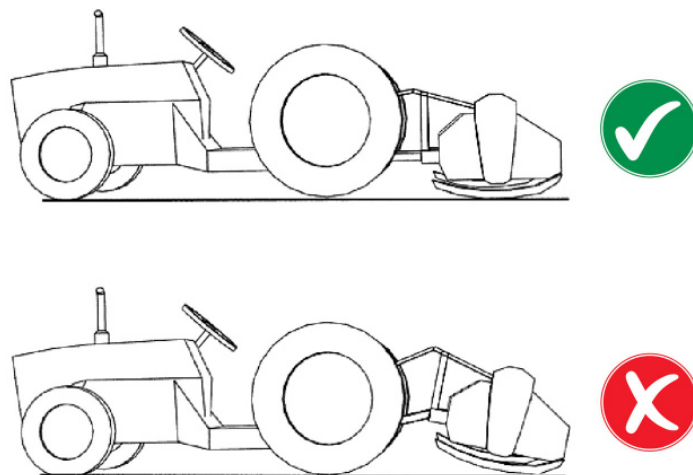

Figure 2
- Abaissez l'outil et réglez-le de façon à ce qu'il soit parallèle au sol. Pour ce faire, réglez le bras supérieur du tracteur (voir Fig. 2). Cela améliorera la durée de vie de l'outil et de l'arbre à cardans.